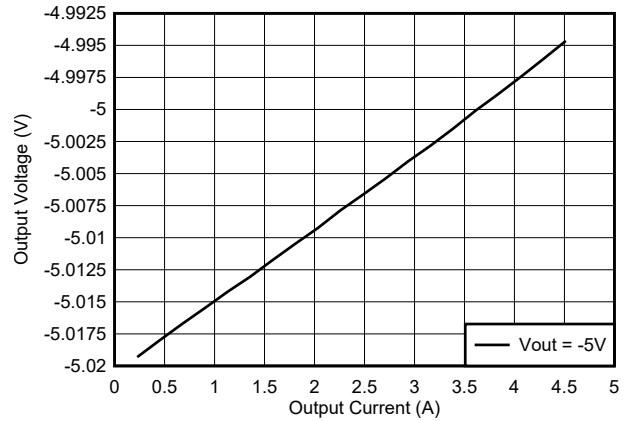

图 4-2. 典型 5V 输出稳压
当增加更多的输出电容时，稳定性是系统中的一个重要因素。稳定设计的一般经验法则是在 0dB 环路增益下实现至少 45° 或更大的所需相位裕度 (PM)。在极端条件下，向系统添加过多的输出电容可能会导致带宽降低和瞬态响应变慢。表 3-1 展示了每个输出电压选择的 PM，该 PM 是从使用默认物料清单（可在 TPSM63610 36V、8A 降压稳压器评估模块用户指南 中找到）为反相降压/升压应用而修改的 TPSM63610EVM 测量的。对于其他应用条件，建议使用频率分析仪设计和验证适当的稳定性，请参阅 使用反相降压/升压转换器 应用手册（图 4-2），以了解相关设置。